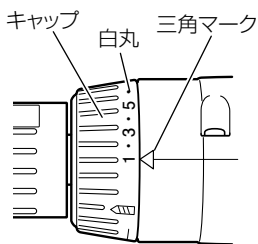

図 7-3
- キャップの数字「1、3、5、…、22」または白丸の間では固定できません。(図7-3)